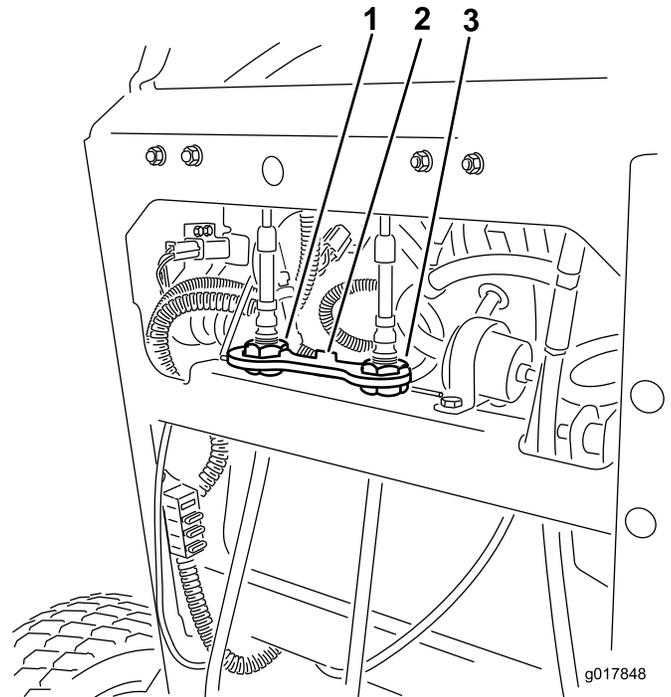

**Figura 71**
**Importante:** Compruebe el avance de la máquina después de ajustar las palancas de control de movimiento. Se utiliza el mismo procedimiento para ajustar la dirección y para alinear las palancas de control de movimiento hacia adelante-atrás (Figura 71).
1. Una vez ajustada la alineación horizontal, compruebe la alineación adelante-atrás empujando ligeramente hacia adelante las palancas de control para eliminar cualquier holgura del acoplamiento de las palancas de control (Figura 71).